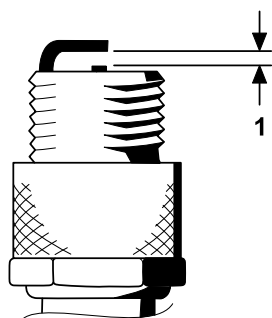

図 37
- 図 37のように、電極間のエアギャップを 0.76 mm に調整する。